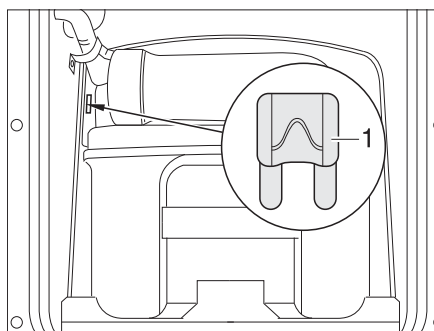

Fig. 98 Fusibile della toilette Thetford
- Sostituire il fusibile (Fig. 98,1).